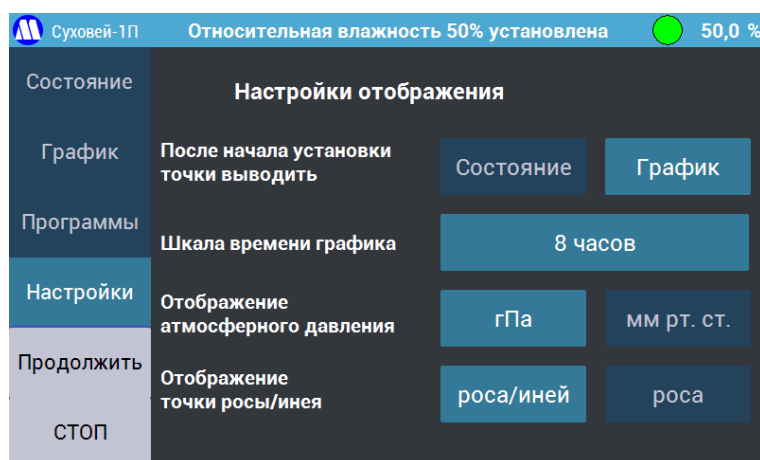

Рисунок 15 – Экран «Настройки отображения».
7.2.11.1. Кнопка «**Настройки отображения**» открывает меню (Рисунок 15), в котором есть возможность выбора: